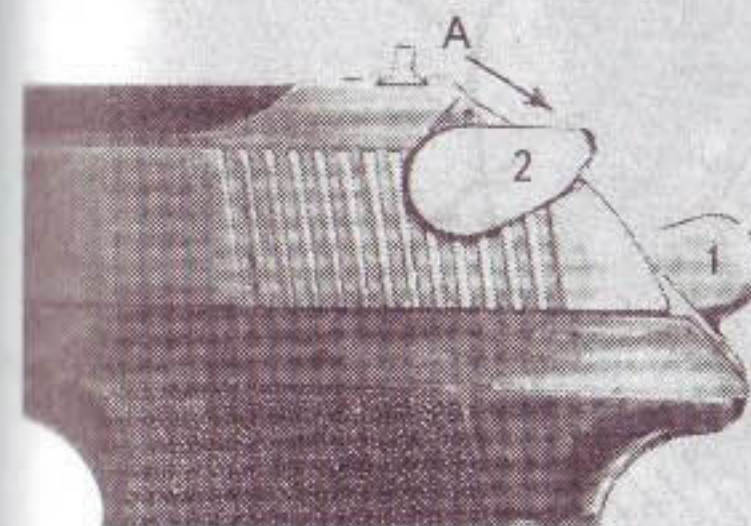
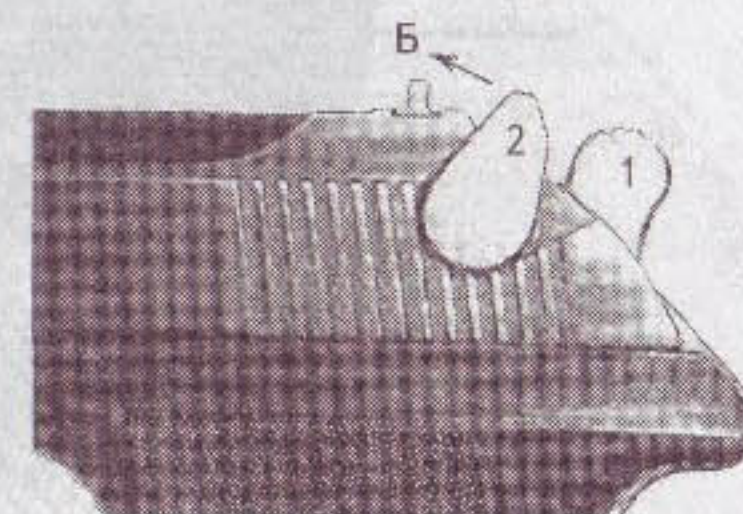

Рис. 349. Предохранитель (2) выключен (стрелка А). Положение «к бою». Курок (1) взведен
Рис. 350. Пистолет поставлен на предохранитель (стрелка Б). Курок (1) спущен
Предохранитель (2) расположен в задней части затвора возле курка и работает по такому же принципу, как и предохранитель пистолета Макарова. При повернутом назад флажке предохранителя (рис. 349) курок можно взвести, можно спустить нажатием на спусковой крючок, можно стрелять самовзводом, можно открыть затвор. При повернутом вперед флажке предохранителя (рис. 350) пистолет поставлен на предохранение: затвор открыть невозможно, спусковой крючок не нажимается. Все заблокировано. Если курок взведен, при постановке на предохранитель происходит автоспуск курка, так же как и у пистолета Макарова, после чего курок невозможно поставить на боевой или предохранительный взвод.